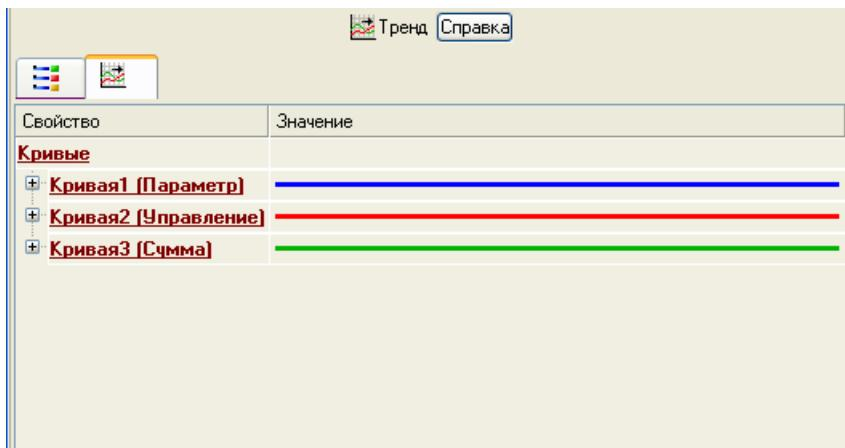

Рис. 5.4
5.4.2.5. Додати ще одну криву на тренд з прив'язкою до аргументу **Сума** (рис. 5.4).